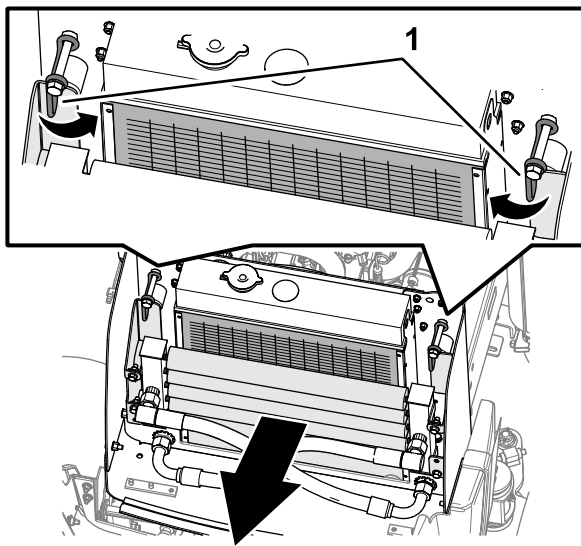

**Figura 79**
2. Limpie el exterior de las rejillas en el capó (Figura 79).
3. Desenganche y abra el capó (Figura 79).
4. Limpie el interior de las rejillas del capó con aire comprimido (Figura 79).